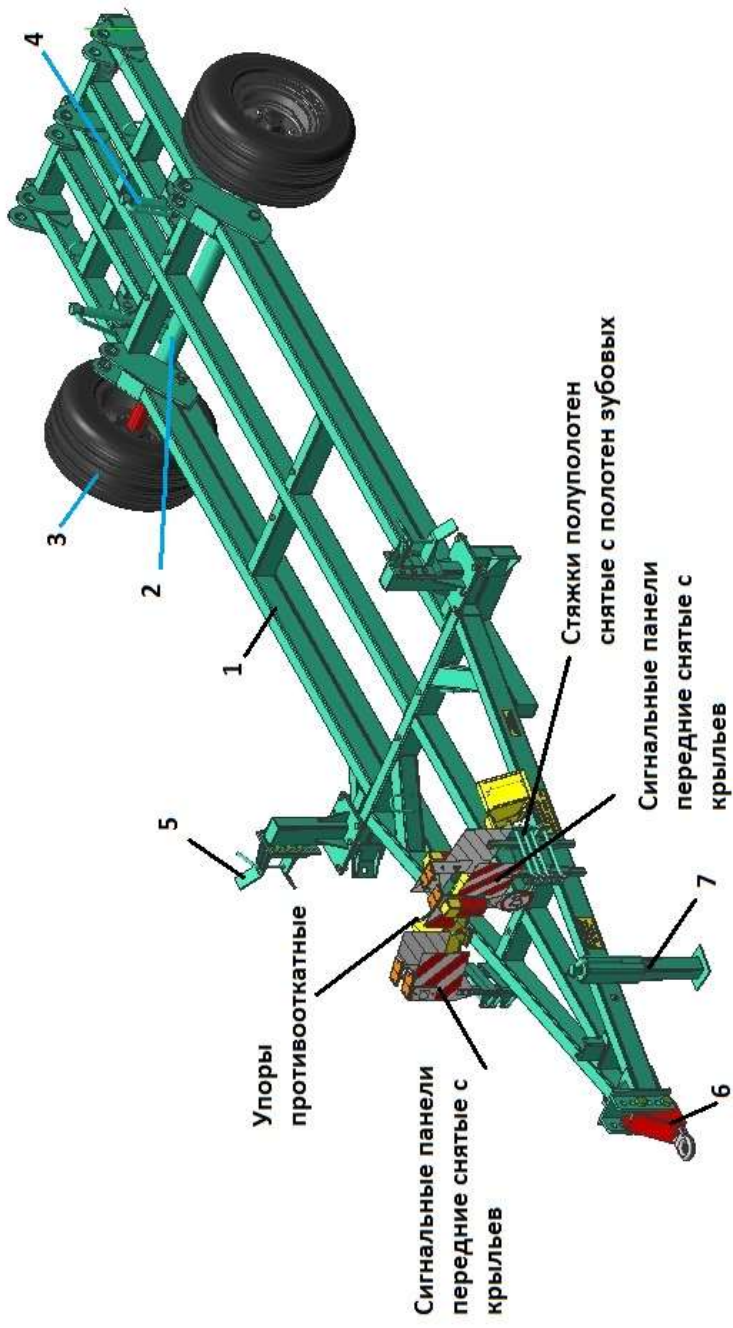

Рисунок 3 – Транспортная тележка
3.3 Транспортная тележка (рис. 3) предназначена для передвижения бороны при транспортировке. Состоит из рамы 1, поворотной балки 2 с ходовыми колесами 3 и регулировочными винтами 4, кронштейнов фиксации крыльев в транспортном положении 5, регулируемого по высоте прицепа 6, опора с винтовой регулировкой 7.
4.1.3 Собрать транспортную тележку (рис. 3):
- соединить борону с трактором, переставляя прицеп 6 (рис. 3) на требуемые отверстия.
- снять передние сигнальные панели с крыльев культиватора и установить в кронштейны транспортной тележки (рисунок 3);
- снять задние сигнальные панели с центральной секции, разъединить вилку с розеткой, и установить их в кронштейны транспортной тележки (рисунок 3);